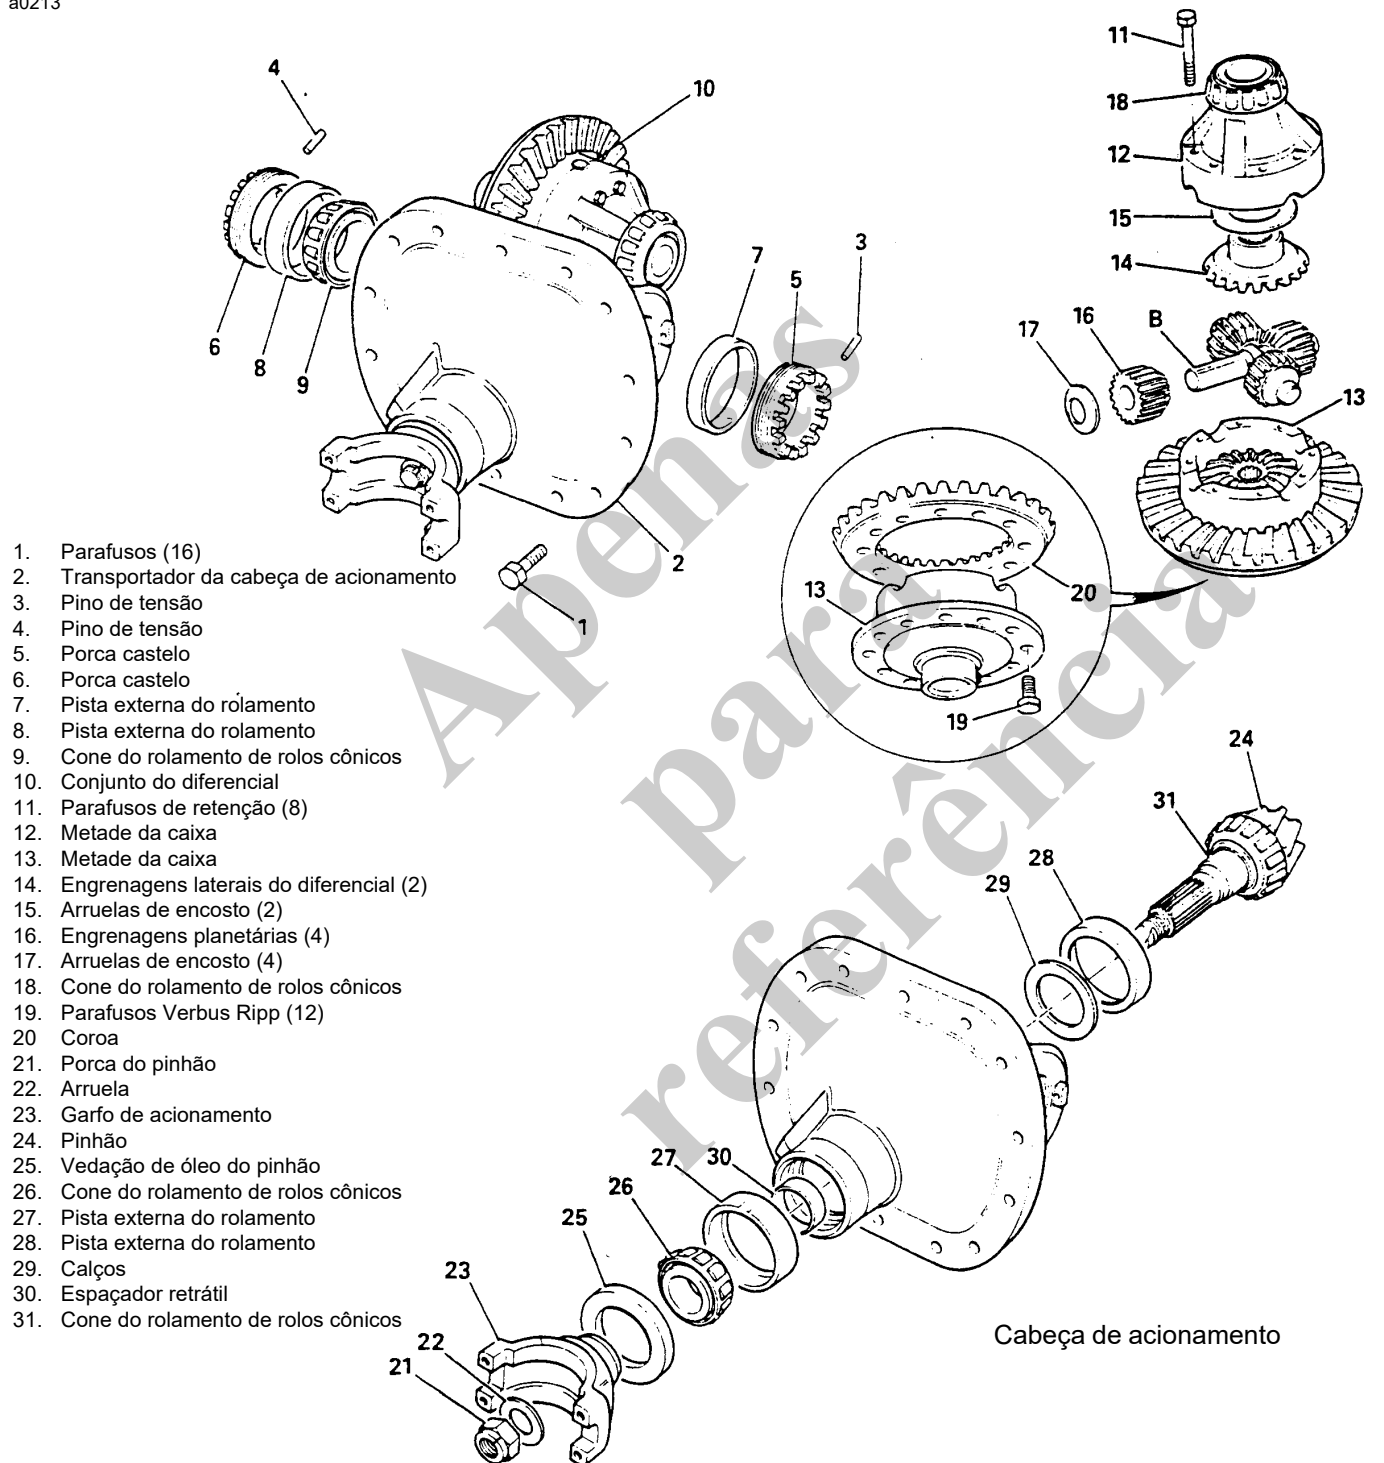

FIGURA 8-49
### Desmontagem (Figura 8-49)
3. Marque a posição de instalação do transportador da cabeça de acionamento **2**, Figura 8-49.
12. Remova as quatro engrenagens planetárias **16** e as arruelas de encosto **17** dos pinos do munhão (B).
**NOTA:** A coroa **20** (Figura 8-49) e o pinhão **24** são um conjunto e devem ser substituídos como um par se algum deles estiver danificado ou excessivamente desgastado. As metades da caixa do diferencial **12** e **13** também são um conjunto, bem como as engrenagens **14** e **16**. Não use metades ou engrenagens que não formem um conjunto.
1. Instale a pista externa do rolamento do pinhão **28** (Figura 8-49) no transportador da cabeça de acionamento **2** junto com os calços **29** da espessura necessária para obter a profundidade correta do pinhão. (Consulte Procedimento de ajuste da profundidade do pinhão na página 8-15). Instale os calços atrás da pista externa Figura 8-49.